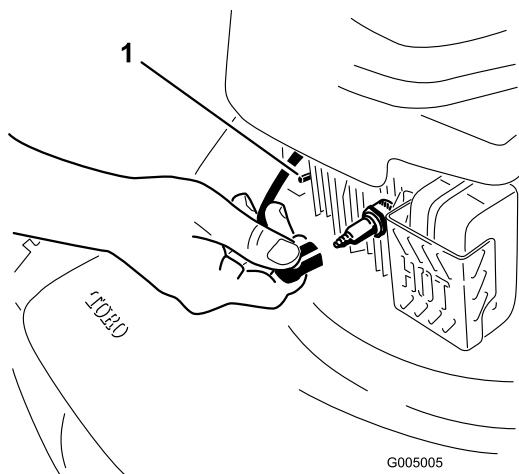

Figura 31
2. Desconecte el cable de la bujía y engáncelo en el poste de retención (Figura 31) antes de realizar cualquier procedimiento de mantenimiento.